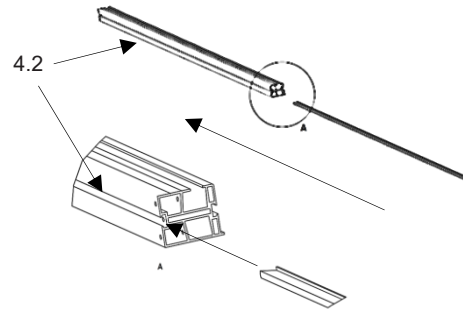

Abb.34
- die mitgelieferten Bürstendichtungen in die Nuten der Randsprossen außen (**4.2**) ziehen. (Abb.34)